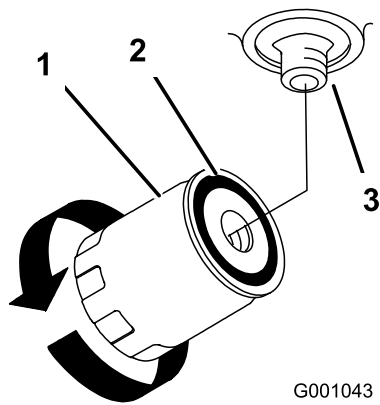

Figura 75
4. Retire el filtro usado y limpie con un paño la superficie de la junta del adaptador del filtro (Figura 75).
7. Gire el filtro en sentido horario hasta que la junta de goma entre en contacto con el adaptador del filtro, y apriete el filtro media vuelta más (Figura 75).